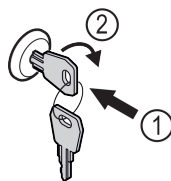

Fig. 172
- ▶ Vstavite ključ Fig. 172 (1).
- ▶ Ključ obrnite v smeri urnih kazalcev za 90° Fig. 172 (2).